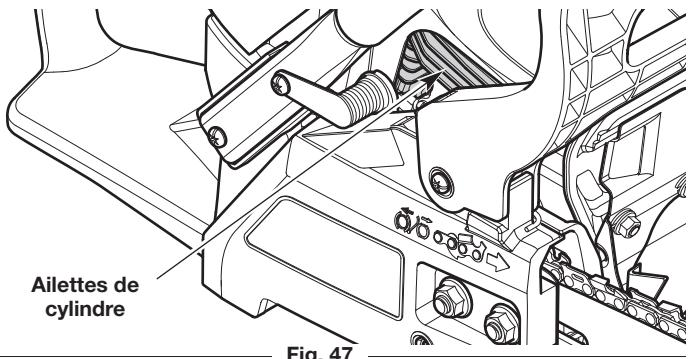

Fig. 47
4. Utilisez de l'air comprimé, jusqu'à 40 livres par pouce carré, pour souffler les débris des ailettes du cylindre (Fig. 47). Les ailettes du cylindre doivent être régulièrement nettoyées pour réduire le risque de blessures ou de dommages à l'appareil à la suite d'un incendie. Portez toujours des lunettes de sécurité lors de l'utilisation d'air comprimé. N'utilisez pas d'eau ou d'autres liquides pour nettoyer les ailettes du cylindre. Utilisez une petite brosse métallique pour enlever les débris tenaces. Si une quantité importante de débris demeure présente, faites nettoyer l'appareil par un centre de réparations agréé.
7. Utilisez de l'air comprimé, jusqu'à 40 livres par pouce carré, pour souffler les débris des ailettes du cylindre (Fig. 47). Les ailettes du cylindre doivent être régulièrement nettoyées pour réduire le risque de blessures ou de dommages à l'appareil à la suite d'un incendie. Portez toujours des lunettes de sécurité lors de l'utilisation d'air comprimé. N'utilisez pas d'eau ou d'autres liquides pour nettoyer les ailettes du cylindre. Utilisez une petite brosse métallique pour enlever les débris tenaces. Si une quantité importante de débris demeure présente, faites nettoyer l'appareil par un centre de réparations agréé.